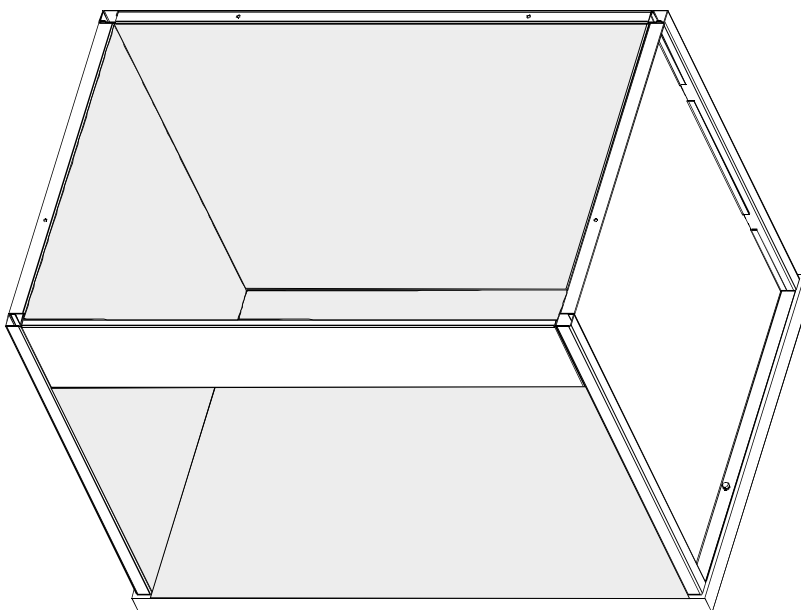

Figura 6. Cabina di visualizzazione SpectraLight III
10. A questo punto, la cabina SpectraLight è montata. Vedere la Figura 6.